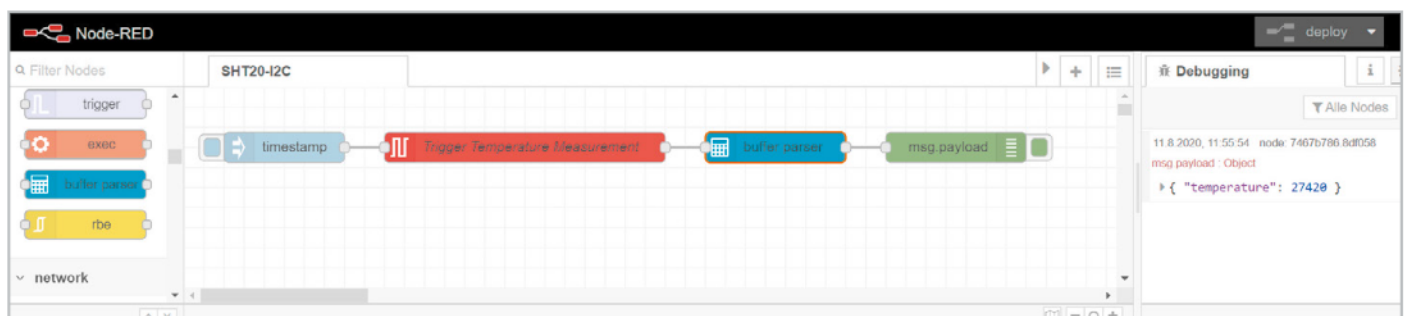

Bild 16: Der Ausgabewert wird mit der buffer-parser-Node automatisch umgerechnet.
Wir ziehen den neu vorhanden buffer-parser-Node in den Editor und verändern die Einstellung bei Output auf key/value und den Namen des Keys von item1 auf temperature. Dann hängen wir einen debug-Node an, verbinden alles, deployen den Flow und lösen wieder eine Messung aus (Bild 16). Wir haben damit nicht nur automatisch den 2-Byte-Wert berechnet, sondern gleichzeitig auch als im JSON-Format vorliegendes Key-/Value-Pair zur einfachen Weiterverarbeitung erzeugt.